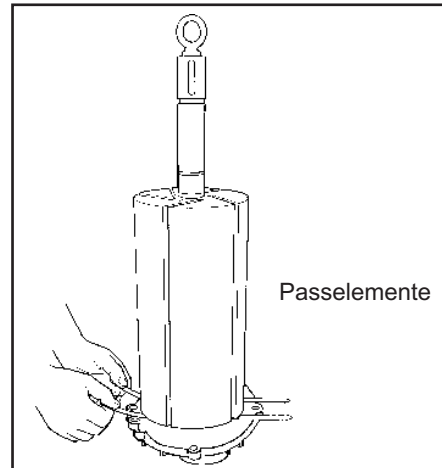

Abb. 24
- Den Spielraum mit Hilfe von zwei Fühlern kontrollieren (eine auf jeder Seite der Rotorwelle, wie in Abb. 24 gezeigt).